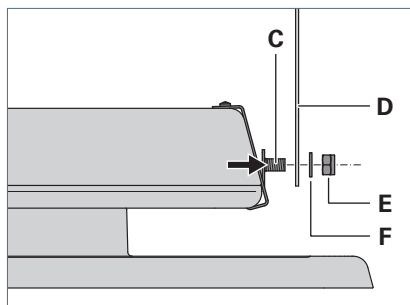

Fig. 9: Leuchte in Halterung einhängen.
- ▶ Halten Sie die Leuchte zwischen die Halterung **D** und stecken Sie den rechten Gewindestift **C** von Innen in die Bohrung der Halterung, siehe Fig. 9.